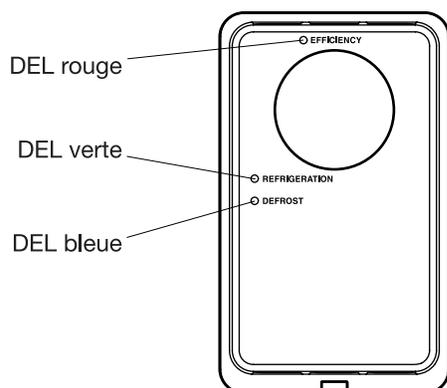
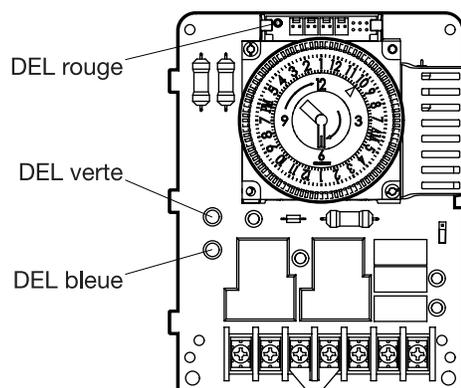

FIG. 8. DEL (modèle avec boîtier)
FIG. 9. DEL (modèle avec support)
5. Voir TABLE 1 et FIG. 8 ou FIG. 9 pour vérifier le bon fonctionnement.